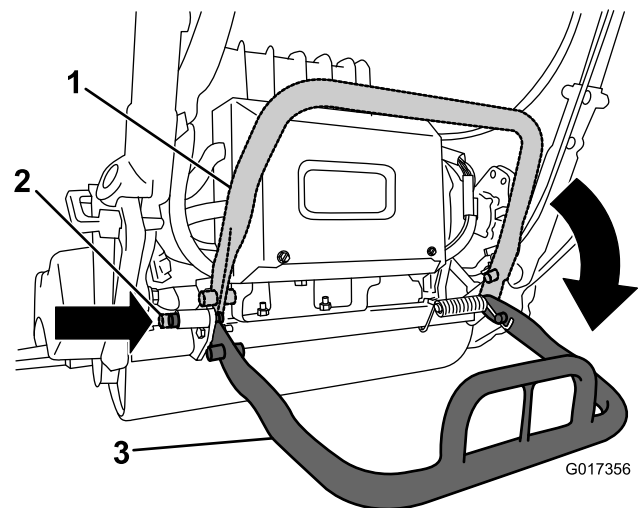

図 26
- カッティングユニットを取り外すためにキックスタンドを使用する場合には、まずスタンドを下げてロッキングピンを差し込んでキックスタンドを整備位置にロックします (図 26)。